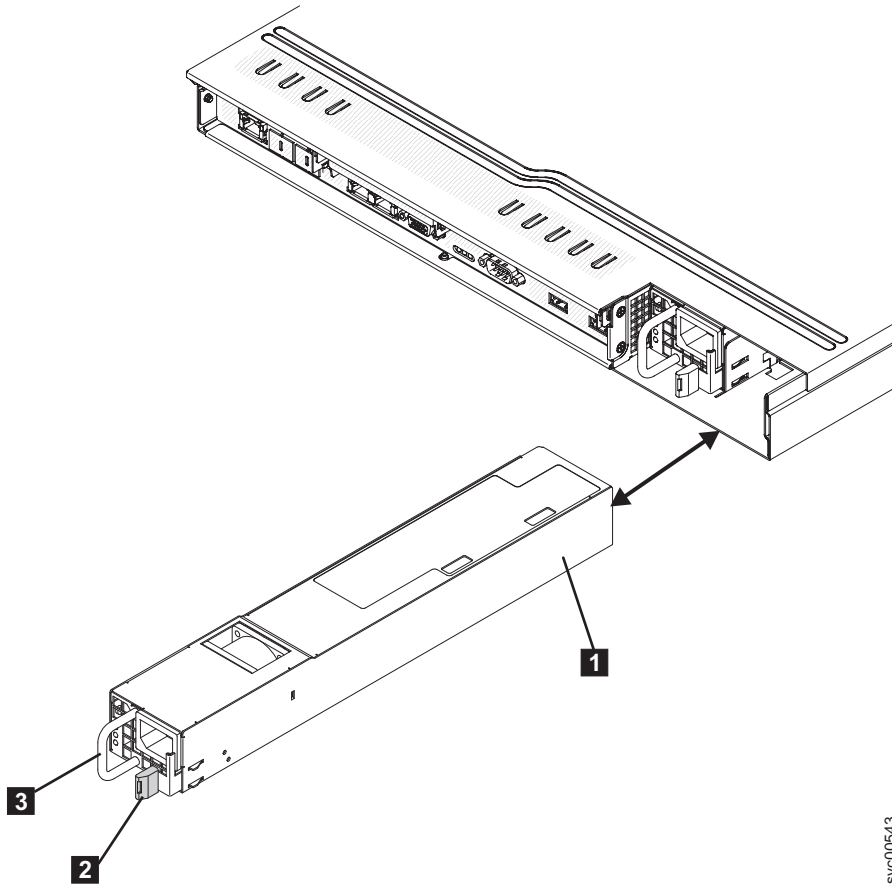

図 148. SAN ボリューム・コントローラー 2145-CG8 または 2145-CF8 電源機構
6. 電源機構を取り外すには、解放タブ **2** を左方に押し、そのまま保持します。電源機構の背面のハンドル **3** をつかみ、図 148 に示すように、電源機構をノードから引き出します。